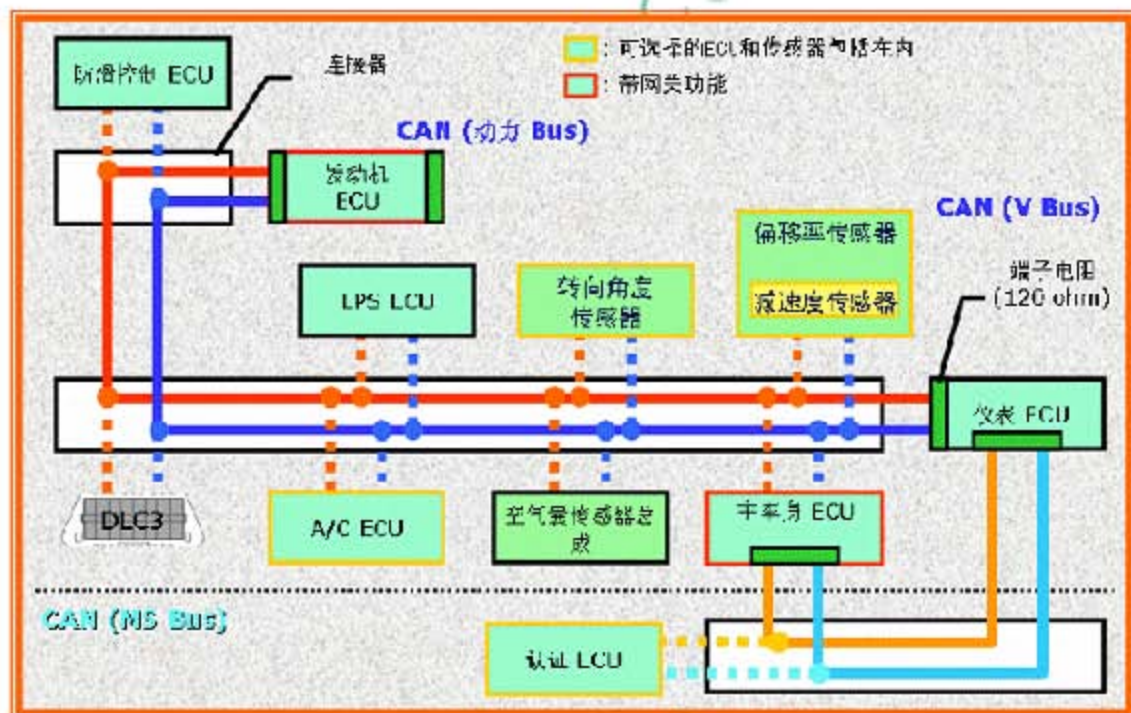

图 1
- A). 查阅卡罗拉 CAN 通信系统控制电路和控制原理，如图 1。